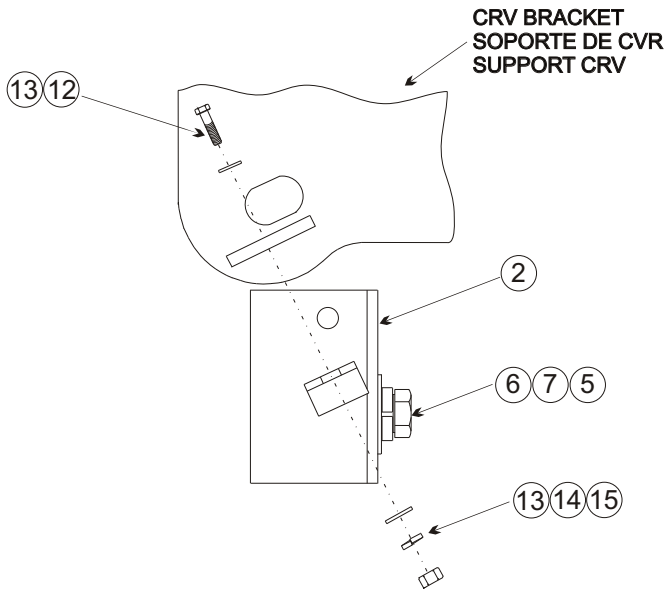

FIGURE 3 FIGURA 3 FIGURE 3
- STEP 3. Install backing plate using 3/8" fasteners. **SEE FIGURES 3 AND 4.**
- STEP 4. Attach Safari Bar using 1/2" fasteners. **SEE FIGURES 3 AND 4.**
- ETAPE 3. Installer la plaque de fixation à l'aide des attaches 3/8 po. **VOIR FIGURES 3 ET 4.**
- ETAPE 4. Fixer la barre pare-choc safari à l'aide des attaches 1/2 po. **VOIR FIGURES 3 ET 4.**